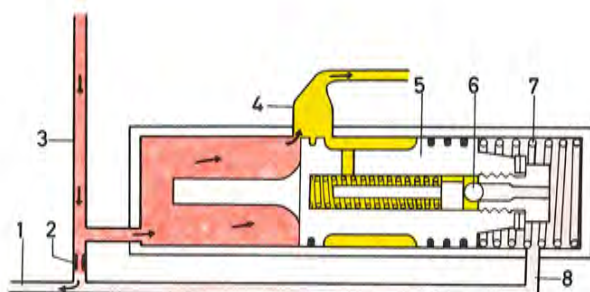

Bild 49. Reglerventil, normalläge
När pumpen startar hålls ventilen (5 bild 49) tryckt till vänster av fjädern (7). Den av pumpen levererade oljan passerar genom tryckkanalen (3) via strypventilen (2) ut i tryckledningen (1) och därefter till styrväxeln. Genom förbindelsekanalen (8) står utrymmet till höger om reglerventilen i förbindelse med ledningen (1) och har alltså samma tryck.
Strypventilen (2) gör att trycket på vänster sida om reglerventilens kolv blir högre än i ledningen och till höger om kolven. När fjädertrycket övervinns förskjuts kolven därför åt höger. Då varvtalet är tillräckligt högt i förhållande till mottrycket har kolven förskjutits så mycket att den överflödiga oljan kan passera tillbaka till pumpens inloppssida, se bild 49. Eftersom pumpen skall leverera mindre mängd än maximikapaciteten kan denna ventilställning kallas normal.